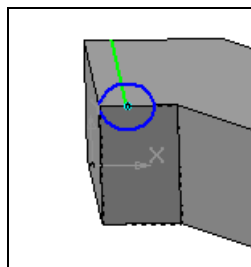

Рис. 17.29. Эскиз сечения
- ♦ выделите ЛК плоскость, как на рис. 17.29, и создайте на этой плоскости эскиз в виде окружности. Выйдите из режима Эскиз;